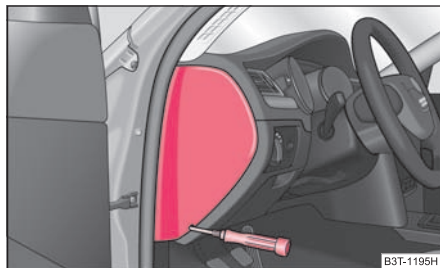

Fig. 228 Couvercle des fusibles: côté gauche du tableau de bord
- Enlevez le cache des fusibles sur le côté du tableau de bord à l'aide d'un tournevis ⇒ fig. 228 resp. le cache des fusibles dans le compartiment moteur ⇒ page 263, fig. 229.